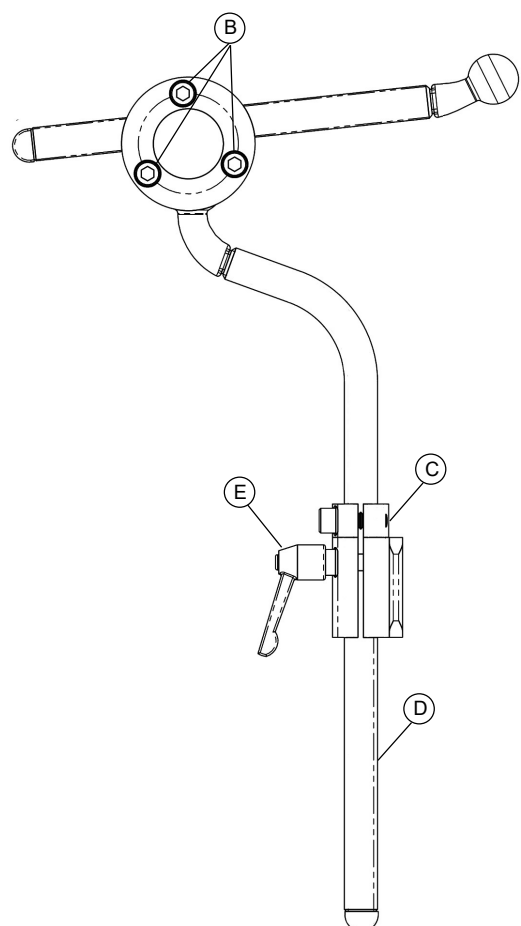
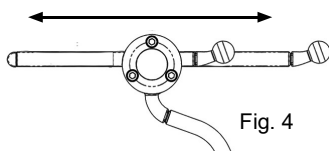
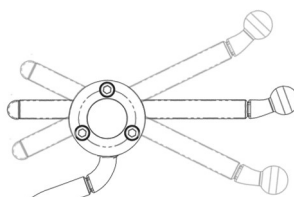
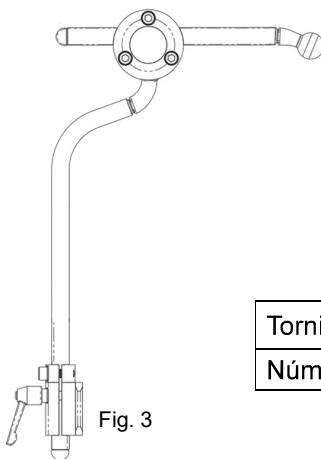

Fig. 1
Fig. 4
Fig. 5
Fig. 3
1. Monte como se muestra en la fig. 1.
1. Ajuste vertical: afloje la palometa (fig. 1, E), ajuste a la altura adecuada y, a continuación, baje el anillo de tope (fig. 1, C). La varilla vertical puede girarse para ajustar mejor el ángulo del conjunto almohadilla/pletina.
2. Ajuste de profundidad y ángulo: afloje los 3 tornillos de fijación (fig. 1, B) para ajustar la profundidad y el ángulo (fig. 4 y fig. 5). Gire la varilla horizontal 180° para un mayor ajuste del ángulo (fig. 3). Invierta la varilla vertical 180° para un mayor ajuste del ángulo (fig. 3).